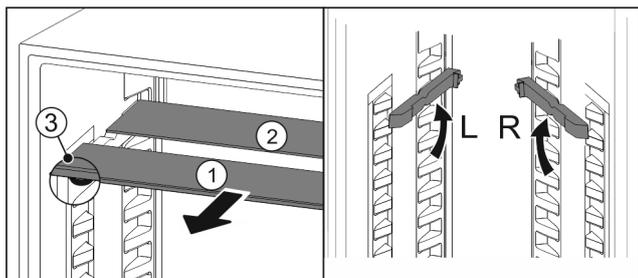

Fig. 100
- ▶ Retire las planchas de cristal individualmente hacia delante Fig. 100 (1).
- ▷ La placa de vidrio Fig. 100 (1) con moldura está situada delante.
- ▷ Los topes Fig. 100 (3) miran hacia abajo.